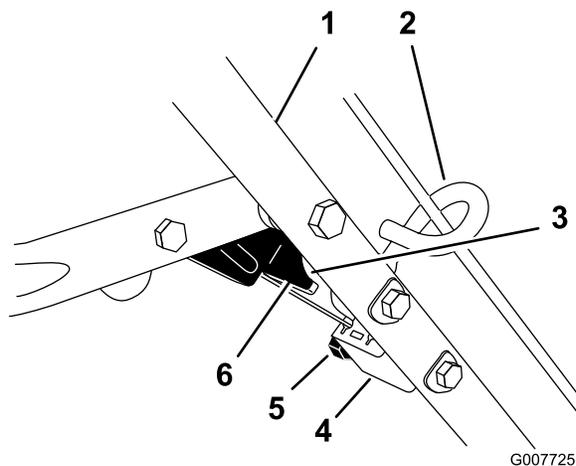

Figure 29
4. Desserrez l'écrou sur le support du câble (Figure 29).